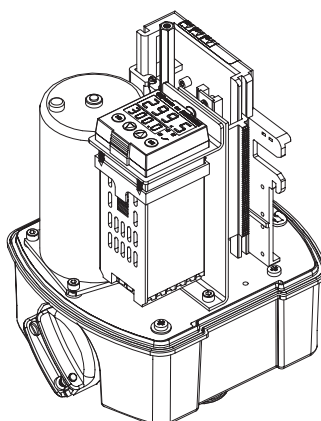

Fig 19: Montering av dTRON 16.1 ARI-PREMIO 2,2 - 5 kN
- Montera dTRON 16.1 med hjälp av monteringsatsen på växeltäckplattan (Fig 19 ).
- Montera reverseringskontaktorn med monteringsatsen på växeltäckplattan (fig 19).
- Montera fasövervakningsrelät bredvid reverseringskontaktern (fig 19)